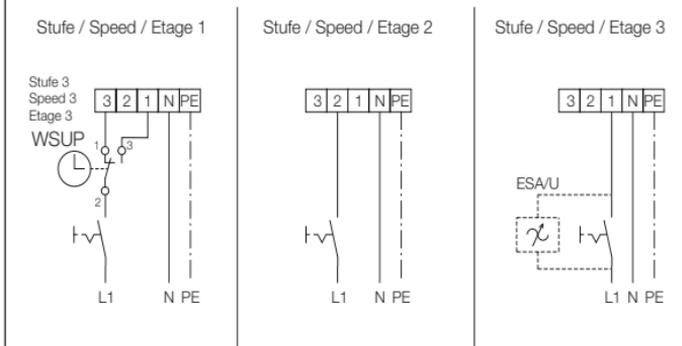

Abb.1
- **Demontage:** Drehen Sie den Deckel des Ventilators so, dass sich die Aussparung im Deckel am Pressmund befindet. Lockern Sie anschließend die Klickverbindung in der Mitte mit Hilfe eines Schraubenziehers und nehmen Sie den Deckel ab (siehe Abb. 1).